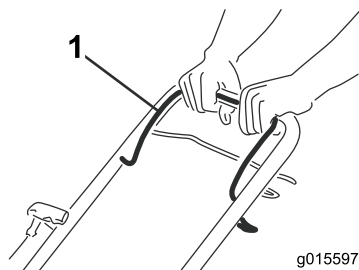

Figure 16
1. Maintenez la barre de commande de la lame (Figure 16) contre le guidon.